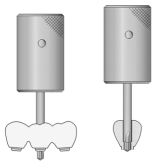

図 1
- 1) ラッピングドライバー EX A の使用方法（図 1）